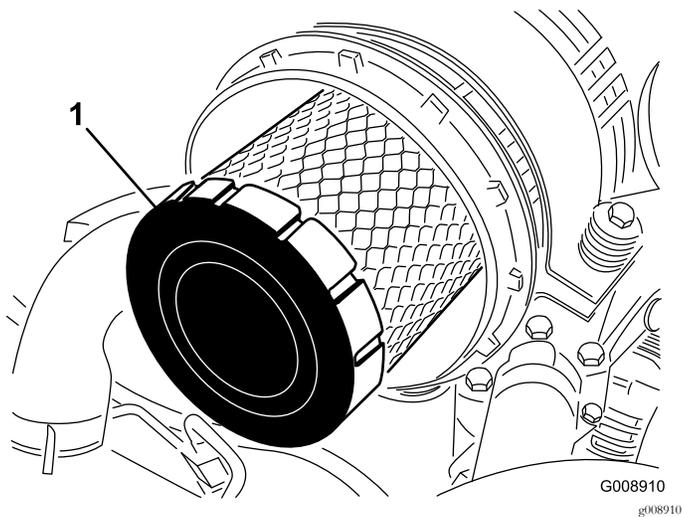

Figura 63
4. Retire y cambie el filtro primario (Figura 63).